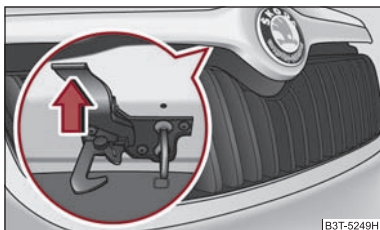

Fig. 13 Grilajul radiatorului: Mânerul de siguranță
- Trageți mânerul de siguranță ⇒ fig. 13 și capota motorului se deblochează.